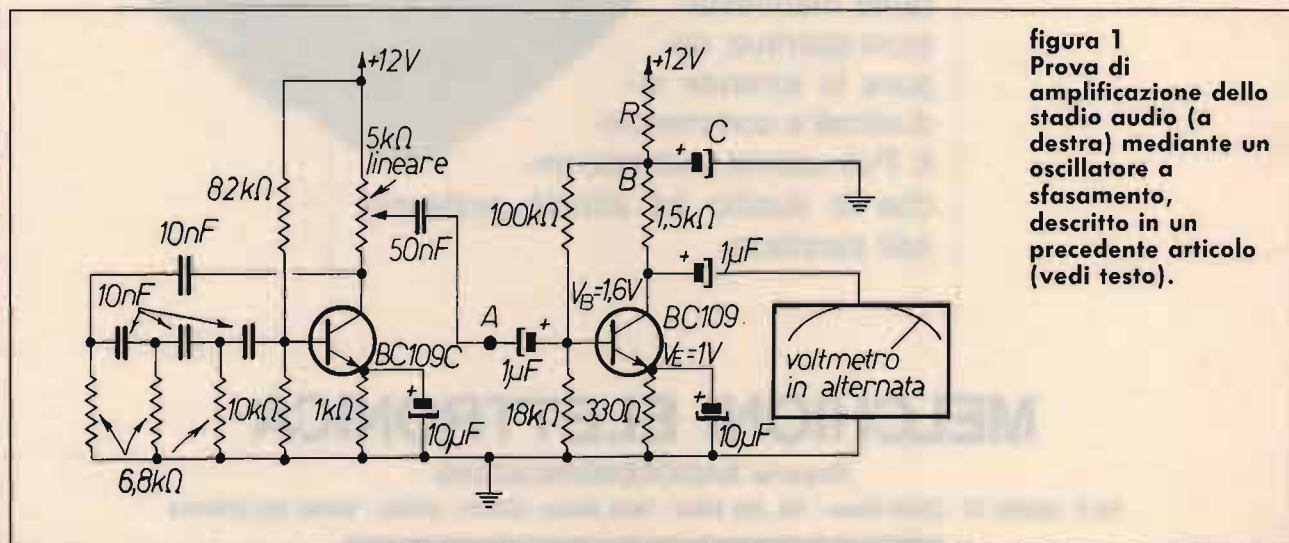
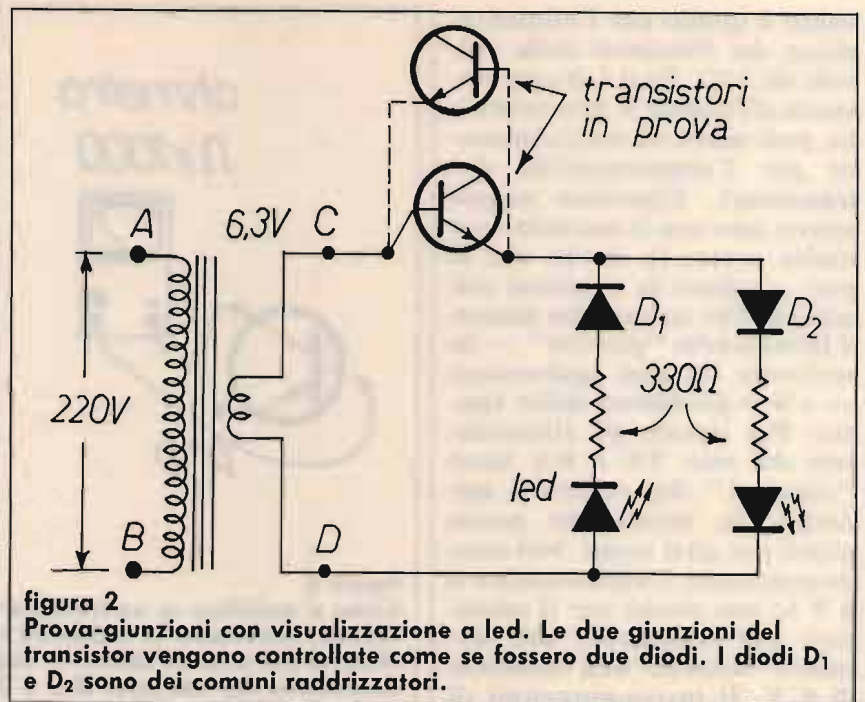
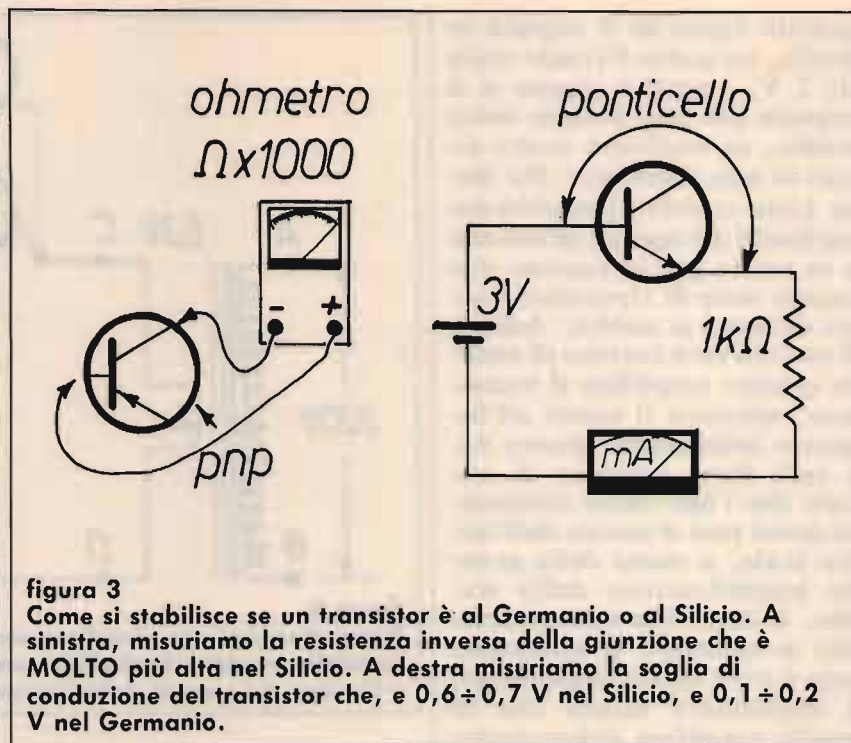
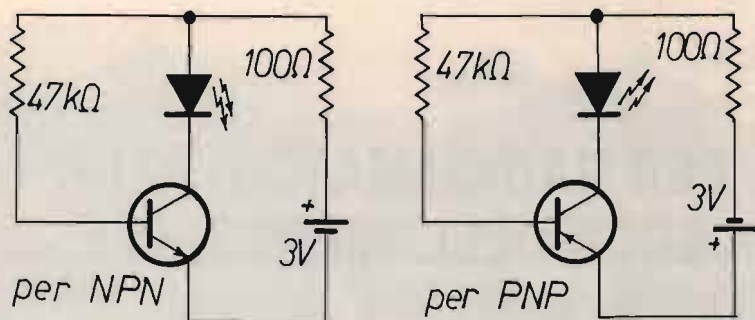

figura 1
figura 2
figura 3
figura 4
Si tratta delle stesse prove che abbiamo effettuato con il triodo (1). Come generatore audio usiamo lo stesso oscillatore a sfasamento che abbiamo costruito tempo fa, e che va collegato allo stadio come illustrato in figura 1 (non dimenticare il collegamento di massa fra oscillatore e stadio in prova). Prima di procedere, vorrei rispondere a un paio di Lettori che mi hanno scritto che l'aggeggio non oscillava. Come detto nell'articolo in questione (2),
Un guadagno di cinque volte potrebbe essere un po' poco; allora si divide il resistore di emettitore in due parti, la cui somma sia — mi riferisco sempre alla figura 1 — 330Ω , e si bypassa con un elettroliti-
co soltanto uno di questi due resistori. In questo modo possiamo avere l'amplificazione che più ci interessa. Dopo aver stabilito che il transistor amplifica a dovere, andiamo a controllare quei punti dove il segnale audio **non** ci deve essere, il che è molto importante. Sempre riferendomi alla figura 1, non deve esserci segnale sull'emettitore e sul punto B, dove c'è appunto la rete di disaccoppiamento, la cui funzione è quella di mandare a massa il segnale. In altre parole, il segnale deve entrare nella base e uscire dal collettore. Ovviamente questo è vero per il circuito di figura 1, dove il transistor è montato nella configurazione a emettitore comune e resistore di emettitore bypassato. Se si fosse trattato di un "emitter-follower" (inseguitore di emettitore), il segnale sarebbe entrato per la base e sarebbe uscito dall'emettitore; non ci sarebbe stato segnale sul collettore.
semplice prova-diodi con visualizzazione a led, che avevo desunto da un articolo dei colleghi Caracausi e Saelli (CQ, Febbraio 1980), i quali avevano descritto un dispositivo per provare diodi, scr e triac. Un Lettore mi ha chiesto se il prova-diodi è adatto anche per controllare le giunzioni dei transistor, le quali sono due diodi. Beh, direi di sì. In figura 2 ho disegnato lo stesso circuito; al posto del diodo, ci ho messo la giunzione di un transistor. Come è mia abitudine, ho fatto subito la prova. Ho cominciato con un transistor al Germanio (AC128), e poi con il solito BC109. Per quello che riguarda il controllo, si procede come se fosse un diodo. Se la giunzione conduce, si accende il diodo a destra; rovesciamo la giunzione, e si accende il led a sinistra, perché adesso passa, attraverso la giunzione, la semionda negativa della tensione alternata. Se non si accende niente, la giunzione è "open" (interrotta). Infine, se si accendono entrambi i led, la giunzione è in corto. Circa la costruzione di questo aggeggio non c'è niente di critico. Il trasformatore da me
usato è quello per l'alimentazione dei filamenti delle valvole (6,3 V). Se il Lettore trovasse difficoltà a procurarselo, può usare un trasformatore per l'alimentazione dei transistori. Conviene acquistarne uno con il secondario a molte prese, in modo che si può scegliere la tensione più adatta. Per coloro che hanno il laboratorio "piccolo" — lo scrivente ha uno sgabuzzino — c'è il problema dello spazio. Per questo gli alimentatori del mio TX e RX sono "separati" dai rispettivi apparati, in modo che posso usarli per altri scopi. Nel caso in questione, l'alimentatore a 6 V lo uso anche per il saldatore per transistor, che appunto richiede una tensione di 6 V. Il prova-giunzioni di figura 2 può essere completato con l'aggiunta di un indicatore luminoso per non dimenticarsi di spegnerlo. Essendo il mio alimentatore molto vecchio, uso ancora una lampadina al neon ai capi del primario (fra i punti A e B). Si può usare un led sul secondario con relativa resistenza limitatrice (fra i punti C e D). **COME SI DISTINGUE un transistor al Germanio da uno al Silicio.** Un metodo è di controllare la I_{CB0} (corrente inversa fra collettore e base), come abbiamo già fatto qualche mese fa (4). In un transistor al Germanio passa una corrente di qualche microampere, che un tester può accusare. Nel Silicio questa corrente è così piccola che l'ago non si sposta affatto. Un metodo più rapido è di controllare la resistenza inversa delle giunzioni, come si vede in figura 3 a sinistra (ricordo che molti transistor al Germanio sono pnp). Nel caso di un transistor al Germanio l'ago dello strumento si sposta, mentre rimane fermo se si tratta di un transistor al Silicio. A ben guardare, questo metodo è lo stesso del precedente; il Lettore sa che l'ohmetro è un amperometro. Quando misuriamo
la resistenza inversa, si misura in pratica la I_{CB0} . Nei transistori di potenza la I_{CB0} aumenta, ma la differenza fra Germanio e Silicio resta sempre così forte che non si può sbagliare. In ogni modo, se si avessero dei dubbi, si misura la soglia di conduzione della giunzione, che è molto più alta nel Silicio, e anche di questo abbiamo parlato più volte. Montato il circuito di figura 3 a destra, ponticelliamo il transistor: l'amperometro segnerà 3 mA. Togliendo il ponticello, la corrente scenderà a 2,8 mA se si tratta di Germanio, mentre scenderà a 2,4 mA se si tratta di Silicio. **Trappola!** Quando misuriamo la resistenza inversa di un transistor al Silicio, l'ago non si sposta; ma questo accade anche se la giunzione fosse interrotta! Rovesciare i puntali! Vediamo adesso come si determina se si tratta di Silicio o Germanio quando il transistor è in un circuito. Nello stadio di figura 1, possiamo misurare tranquillamente la tensione tra emettitore e base; troveremo il solito valore di 0,6 ÷ 0,7 V. Potremmo anche misurare la V_B , e sottrarre la
V_E ($1,6 - 1 = 0,6$ V). C'è però l'inconveniente che il voltmetro ci misura la V_B per difetto, a causa del grosso resistore da 18 kΩ. Ci conviene fare il calcoletto per sapere quale è la tensione nel punto di incrocio dei due resistori del partitore. In questo caso la tensione sulla base sarà leggermente superiore a 1,6 V, perché abbiamo trascurato la I_B , che però è molto inferiore alla corrente di fuga del partitore; per conseguenza, il risultato è accettabile. Per terminare, vediamo il caso quando c'è solo un resistore fra base e alimentazione (o fra base e collettore). In questo caso non possiamo sistemare il voltmetro tra emettitore e base, perché esso, a causa della sua resistenza interna, viene a formare un partitore sulla base, che altera il funzionamento del transistor. Ci conviene togliere la tensione, e misurare la resistenza inversa della giunzione base-emettitore (vedi figura 3 a sinistra); l'unica differenza è che misuriamo l'altra giunzione. Per questi due casi (unico resistore sulla base) rimando ai due articoli apparsi in CQ, Ottobre '88 (Il circuito fonda-
PROVA-TRANSISTOR con visualizzazione a led. Il prova-giunzioni di figura 2 ci dice se le due giunzioni sono OK oppure no. Se ci interessa calcolare esattamente il beta, si adopera il circuito descritto nell'articolo riguardante il controllo del transistor (4). Spesso non ci interessa calcolare esattamente il beta, ma sapere soltanto se il transistor amplifica; in questo caso, si può utilizzare il semplicissimo dispositivo di figura 4, la cui spiegazione è immediata: se il led si accende, il transistor funziona. Il resistore di polarizzazione si sceglie in modo che passino nel collettore alcuni milliampere per fare accendere il led. Ho provato con un BC109, la I_C è risultata di una decina di milliampere. Il resistore da $100\ \Omega$ ha funzione protettiva. Se emettitore e collettore fossero in cortocircuito, passerebbero un centinaio di milliampere, forse troppi per il povero led. Ho voluto fare questa prova, e il led ha resistito a una corrente così forte; ovviamente